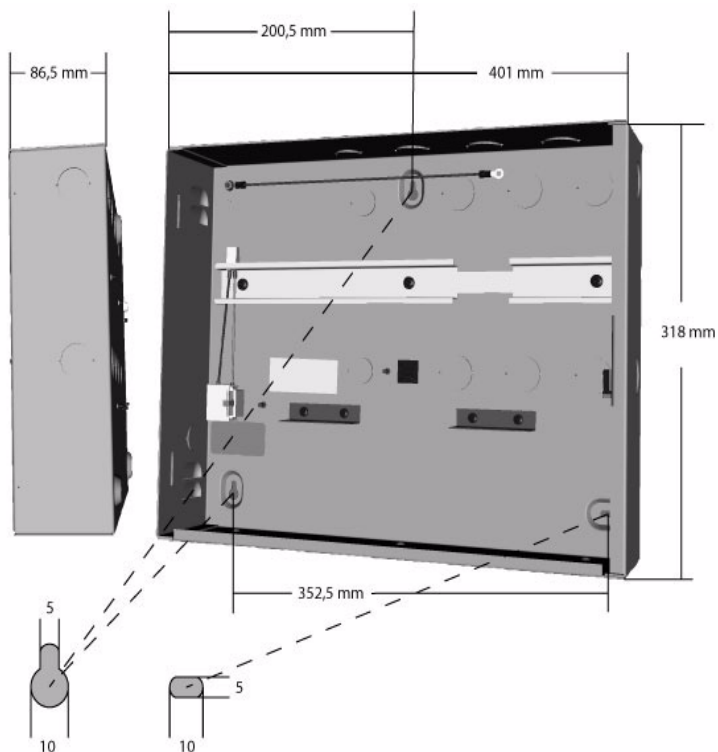

Рисунок 3 Размеры корпуса
1. Установите AMC на рейку (**пункт** в Рисунок 3) слева от источника питания.